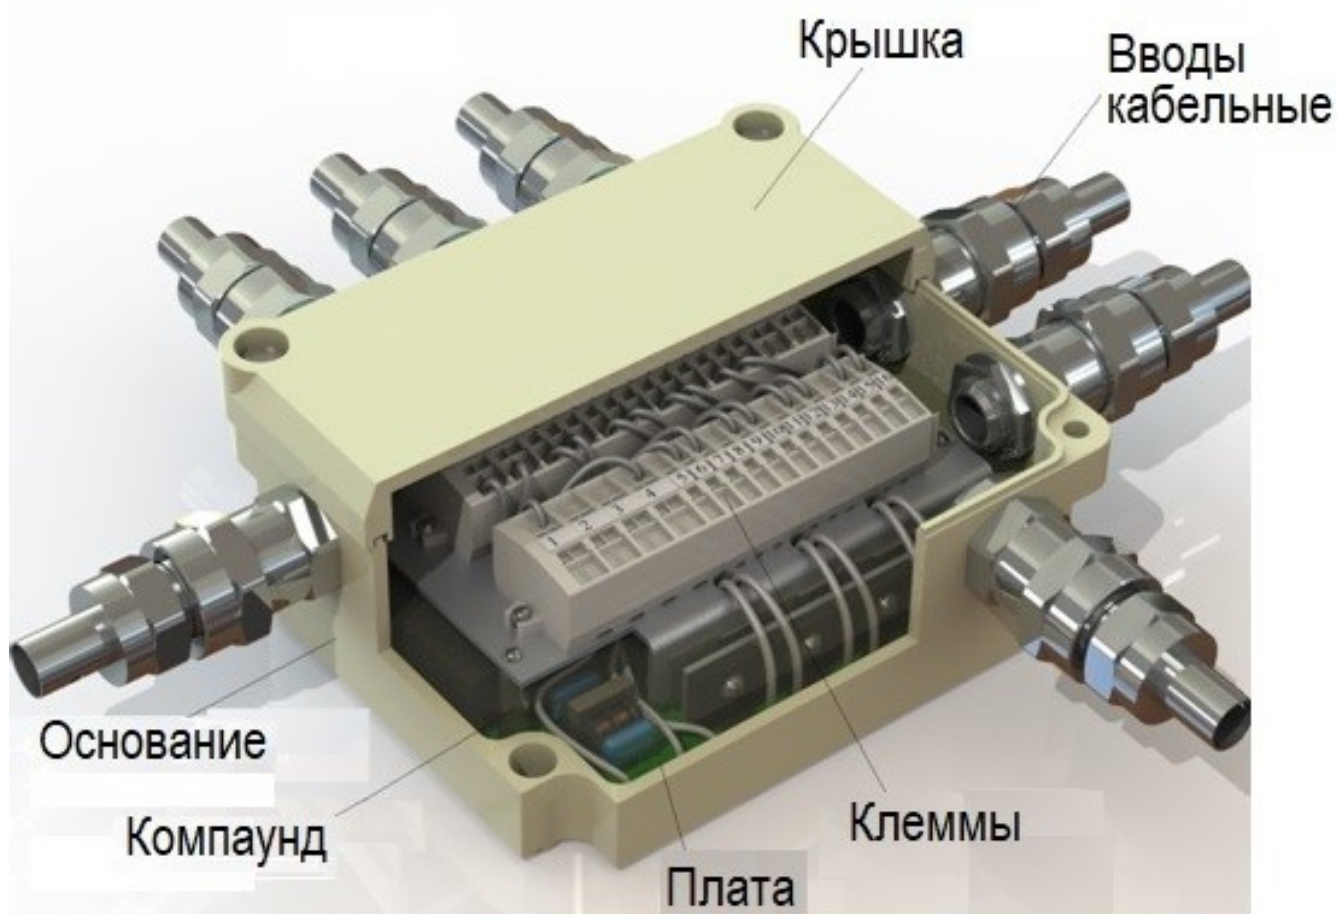

Рисунок 2 – Компоновка БС
1.3.2 БС состоит из корпуса (основание и крышка) исполнения IP54, разделенного на две части. В одной из них, установлены самозажимные клеммы и вводы кабельные для подвода кабелей, во второй расположена электронная плата, залитая компаундом (рисунок 2). БС, в зависимости от исполнения, может иметь в своем составе от 2 до 8 независимых силовых “интеллектуальных” submodule, управляемых микроконтроллером по внутреннему каналу связи в соответствии командам, поступающим от внешнего устройства (в дальнейшем - ВУ) по внешнему каналу связи. Коммутируемое напряжение подается на клеммы блока непосредственно. Силовые submodule отслеживают величину напряжения на ключе и величину тока, протекающего через ключ, обеспечивая защиту по отклонению напряжения, от “короткого замыкания” и токов перегрузки с программируемыми значениями. Submodule могут коммутировать токи постоянного и переменного напряжения.